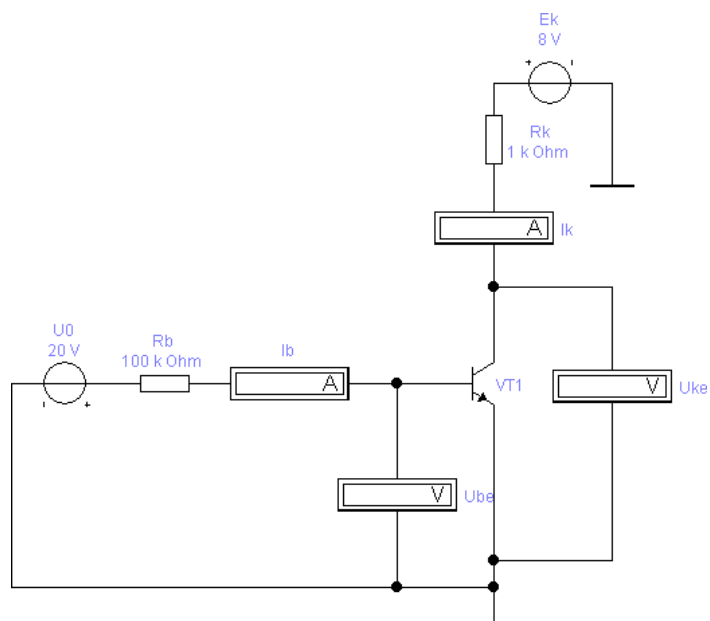

Рисунок 7.13 – Динамический режим работы транзистора, включенного по схеме ОЭ
2. Собрать схему включения ОЭ для динамического режима работы транзистора – рисунок 7.13. Построить динамическую характеристику на выходных статических характеристиках по двум точкам  $I_{к\ max}$  и  $E_k$ .